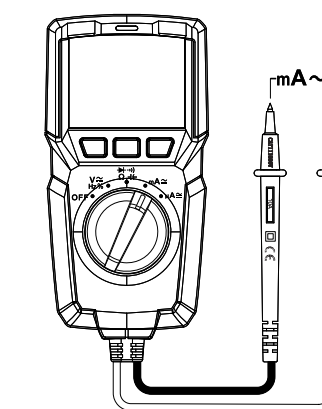

图4
3. 直流电流测量(见图4、5)
4. 交流电流的测量(见图4、5)